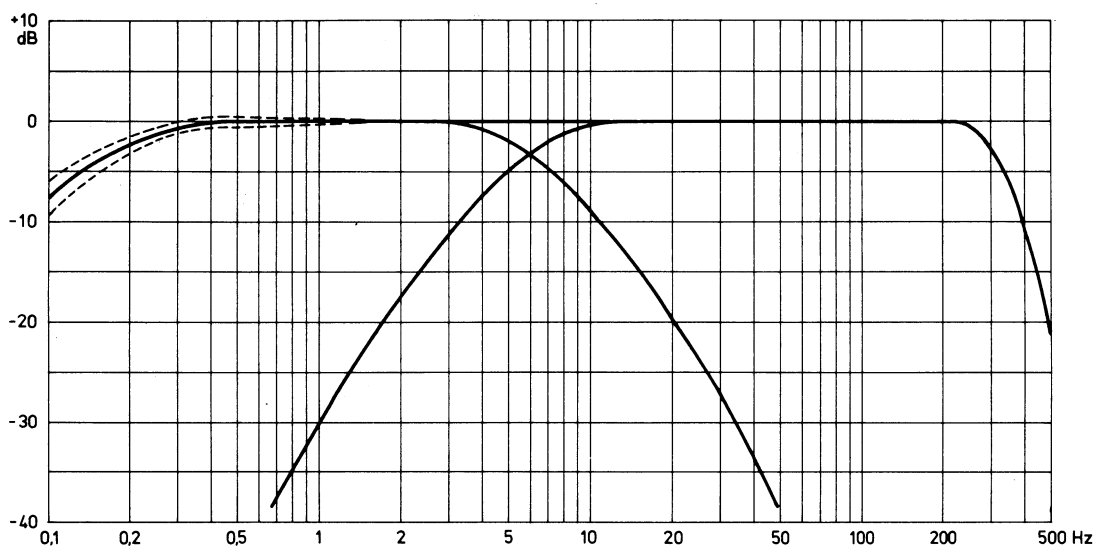

Fig. 7. Wow- og flutter-filter, linier (WOW, FLUTTER og W+F).
Frekvensspektret kan opdelses i wow og flutter ved at aktivere henholdsvis "WOW" og "FLUTTER" på filterfunktionsomskifteren (17). Delefrekvensen er 10 Hz. Wow'et er således defineret som de frekvenser, der ligger under 10 Hz, og flutter'et er defineret som de frekvenser, der ligger over 10 Hz. (fig. 7). Det vejede filter kobles ud ved at sætte filterfunktionsomskifteren (17) i stilling "LIN", således at frekvensspektret måles liniært.